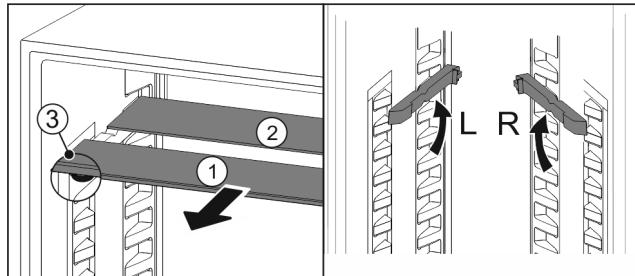

Fig. 68
- Izvucite Fig. 68 (1) staklene ploče jednu po jednu prema naprijed.
- ▷ Staklena ploča Fig. 68 (1) s ukrasnom letvicom nalazi se sprjeda.
- ▷ Zaustavljači Fig. 68 (3) su usmjereni prema dolje.